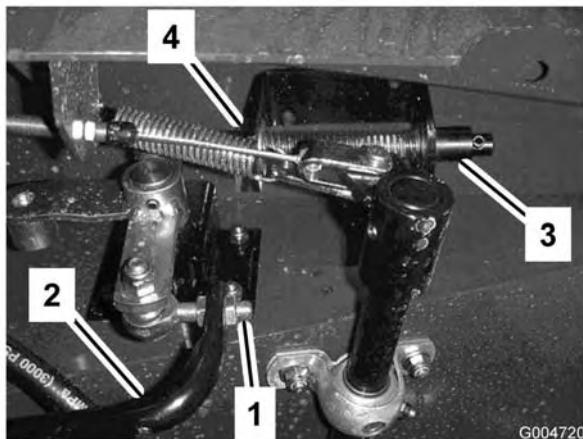

Figura 69
- Afloje las contratuerzas del extremo de la varilla y ajuste la longitud de la varilla de tracción (Figura 69) para que el pedal entre en contacto con el tope cuando la palanca de la bomba llega al final de su recorrido completo. Apriete las contratuerzas.
- Llene el depósito (Figura 69) con aproximadamente 30 l de aceite hidráulico; consulte Comprobación del aceite hidráulico .